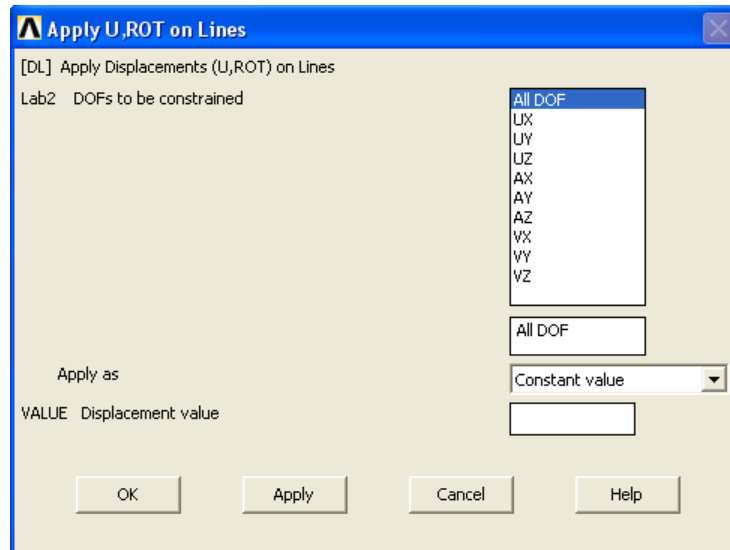

Рисунок 11. Второе окно *Apply U, ROT on Lines*
- После этого появится второе диалоговое окно *Apply U, ROT on Lines* (Рисунок 11), в котором следует указать: